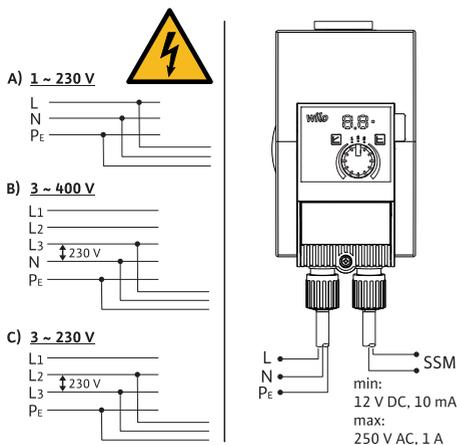

Fig. 3: Можливості під'єднання
- Під'єднувати до мереж низької напруги 230 В. У разі під'єднання до мереж IT (конфігурація мережі Isol e Terre) обов'язково переконайтеся, що напруга між фазами (L1-L2, L2-L3, L3-L1 → Fig. 3) не перевищує 230 В.